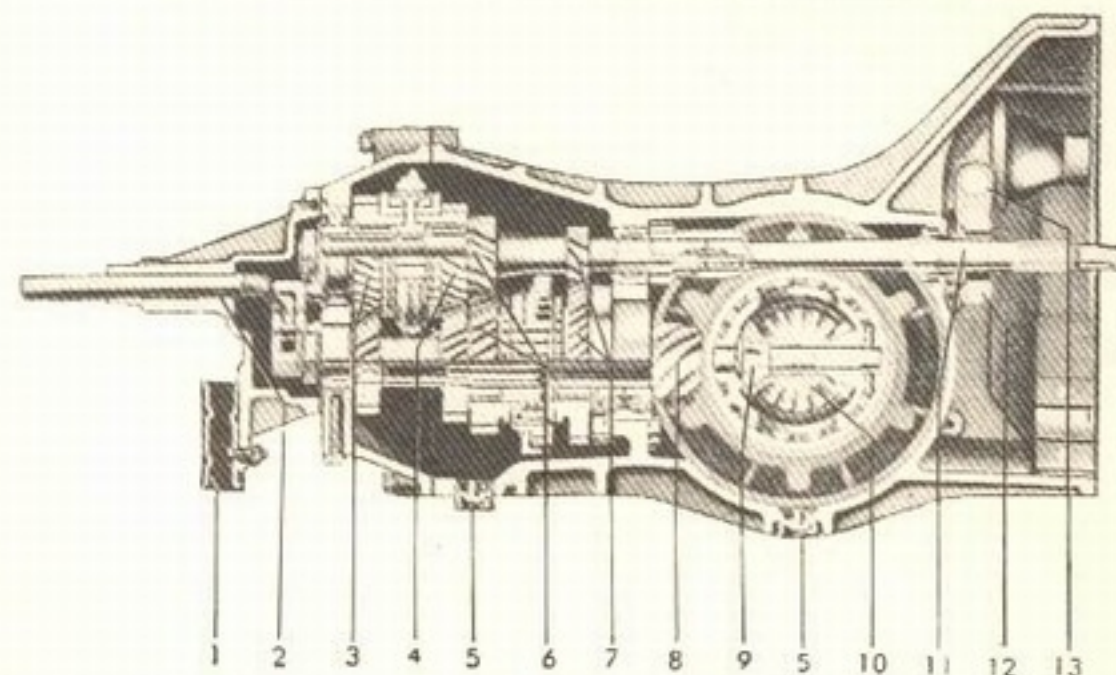
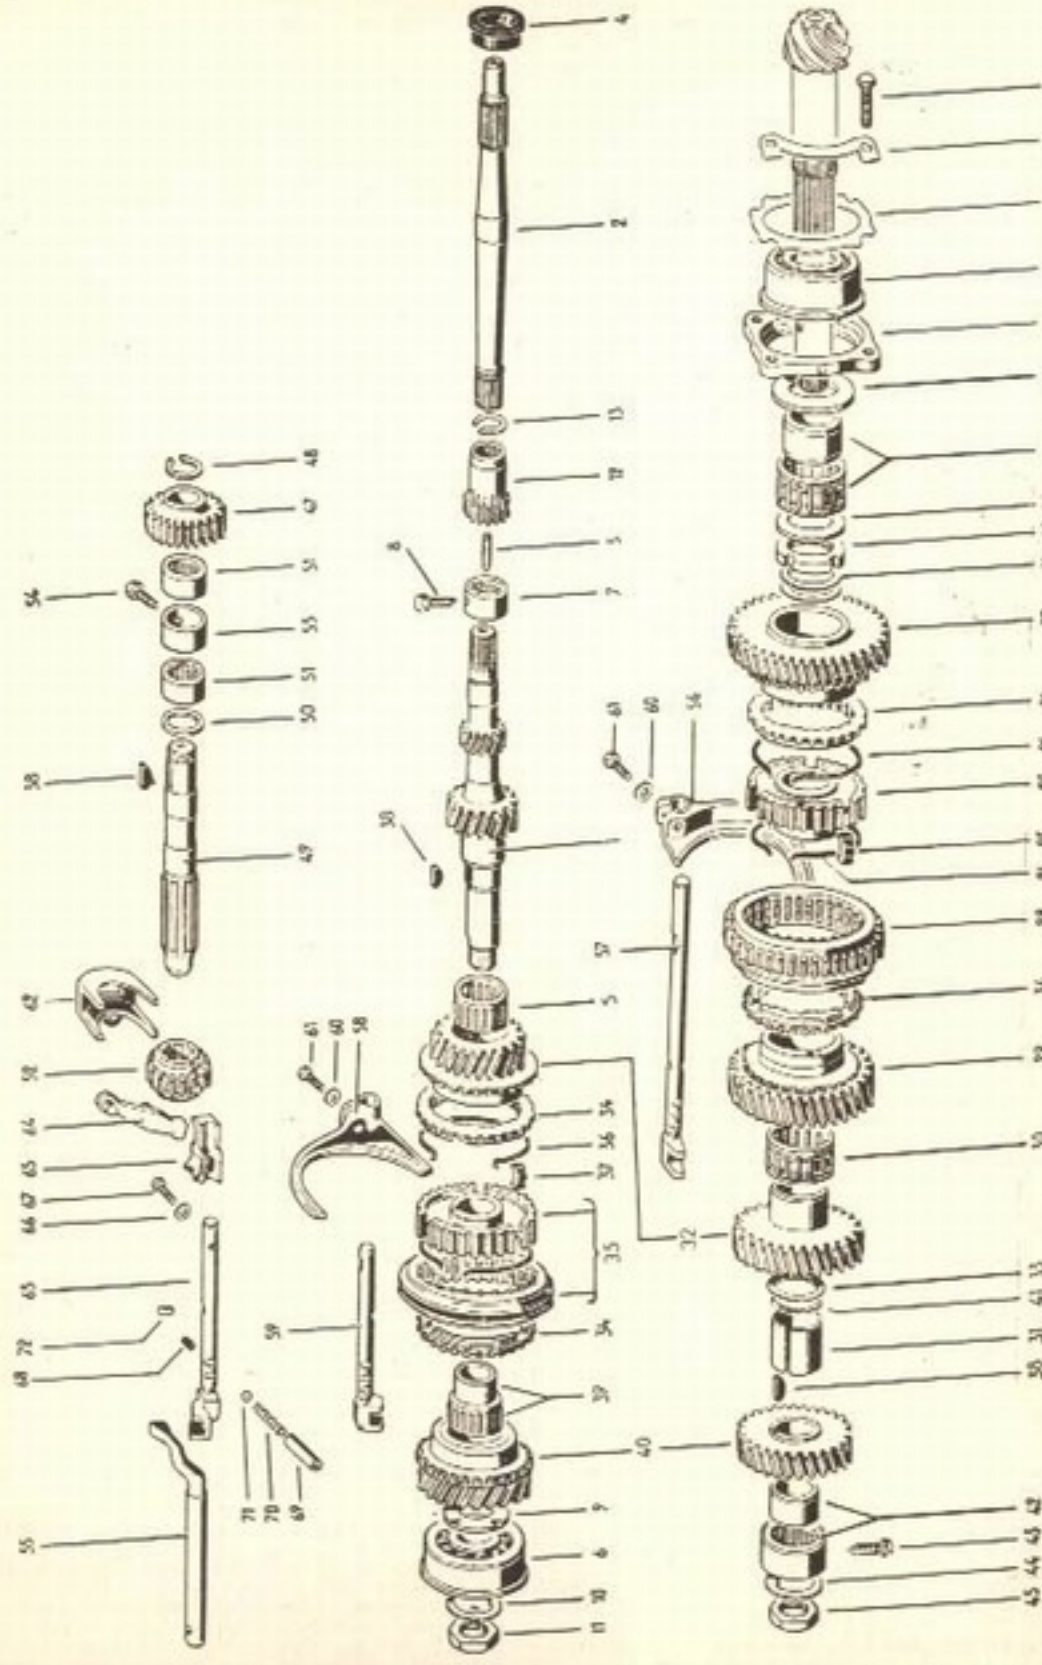

Fig. 1-K — Corte da caixa de mudanças e diferencial
Fig. 5-K — Peças internas da caixa de mudanças totalmente sincronizada
Internamente, as engrenagens e sincronizadores se distribuem em duas árvores, a primária e a secundária, além do eixo da engrenagem de marcha-a-ré. A árvore primária se divide em duas partes, a dianteira (1, fig. 5-K) e a traseira (2). As figs. 1, 2 e 5-K ilustram a caixa de mudanças sob vários aspectos, mostrando, inclusive a nomenclatura das peças.
- Solta-se o anel de retenção (13, fig. 5-K) da manga de acoplamento da árvore primária com a engrenagem de marcha-a-ré (12), retira-se essa peça e também a árvore primária (2).
- Retiram-se os parafusos do flange retentor do rolamento do pinhão (18 e 16, fig. 5-K).
- Retiram-se o anel de retenção da engrenagem de marcha-a-ré (47, 48, fig. 5-K), a engrenagem e a chaveta.
- Retira-se a árvore intermediária de marcha-a-ré (49) e a arruela de encosto (50).
- Retira-se o parafuso (54) que prende a bucha intermediária dos rolamentos de agulhas do eixo de marcha-a-ré.
- Retiram-se os calços de regulagem do pinhão. (46, fig. 5-K).
- Retira-se a haste deslizante de 3.a e 4.a (59, fig. 5-K).
- Remove-se o anel interno do rolamento de agulhas (42, fig. 5-K) e a engrenagem da 4.a velocidade. Retira-se a chaveta (38), a bucha (31) a junta de regulagem (41) e a arruela (33).
- Retira-se a engrenagem de 3.a (32) e a da 2.a (29) e todo o corpo do sincronizador da 1.a e 2.a.
- Retira-se a engrenagem de 1.a (27), o flange retentor do rolamento cônico (16) e as arruelas de regulagem da folga axial da 1.a velocidade (21).
- Retira-se a porca redonda (22) usando-se o dispositivo VW 293.
- Retira-se a arruela de encosto (20) e o rolamento (19).
Fig. 7-K — A folga "a" indicada na figura ao lado, entre a arruela de encosto e a engrenagem de 1.a velocidade na árvore secundária, deve ser de 0,10 a 0,25 mm. A correção se faz por meio de arruelas de ajuste (21, fig. 5-K).
Para se apertar a porca redonda (22, fig. 5-K) firma-se a árvore no dispositivo VW 293. A torção de apêto é de 12 kgm.
A folga axial da engrenagem de 1.a velocidade (fig. 7-K) deve ser de 0,10 a 0,25 mm e se mede com a lâmina depois de colocado o conjunto do sincronizador de 1.a e 2.a. Para se corrigir essa folga existem arruelas de ajuste com espessuras de 0,10 — 0,15 — 0,20 — 0,25 — 0,30 e 0,40 mm. Essas arruelas são designadas pelo n.º 21 na fig. 5-K.
**Desmontagem e verificação da árvore primária.** — (Referências a legenda da fig 5-K). Retira-se a arruela de encôsto (9) a engrenagem (40) o rolamento de agulhas (39), o anel sincronizador da 4.a (34), o anel interno do rolamento, o sincronizador de 3.a e 4.a e a engrenagem de 3.a velocidade (32). Usar a prensa em combinação com as ferramentas VW 401, 411 e 435. Retira-se o rolamento de agulhas da 3.a. Desmonta-se o sincronizador de 3.a e 4.a velocidades.
Colocam-se os calços de regulagem do pinhão (16, fig. 5-K) no rolamento (14) e o flange retentor (16). Monta-se o garfo de marcha-a-ré e a engrenagem corredeira na alavanca de inversão. Engrena-se marcha-a-ré. Para facilitar a montagem, deve-se fixar dois pinos guia em dois furos diametralmente opostos do flange retentor.
Coloca-se a tampa da caixa de mudanças na carcaça e apertam-se os parafusos de fixação do flange retentor (18, fig. 5-K) a torção de 5 kgm.
Resta montar a árvore primária. Oleia-se a superfície de contacto de vedador (4, fig. 5-K). Aparafusa-se a árvore (1), ao trem de engrenagens pelo parafuso (3) até o batente e solta-se um pouco até que as estrias coincidam com as da manga de acoplamento (12).